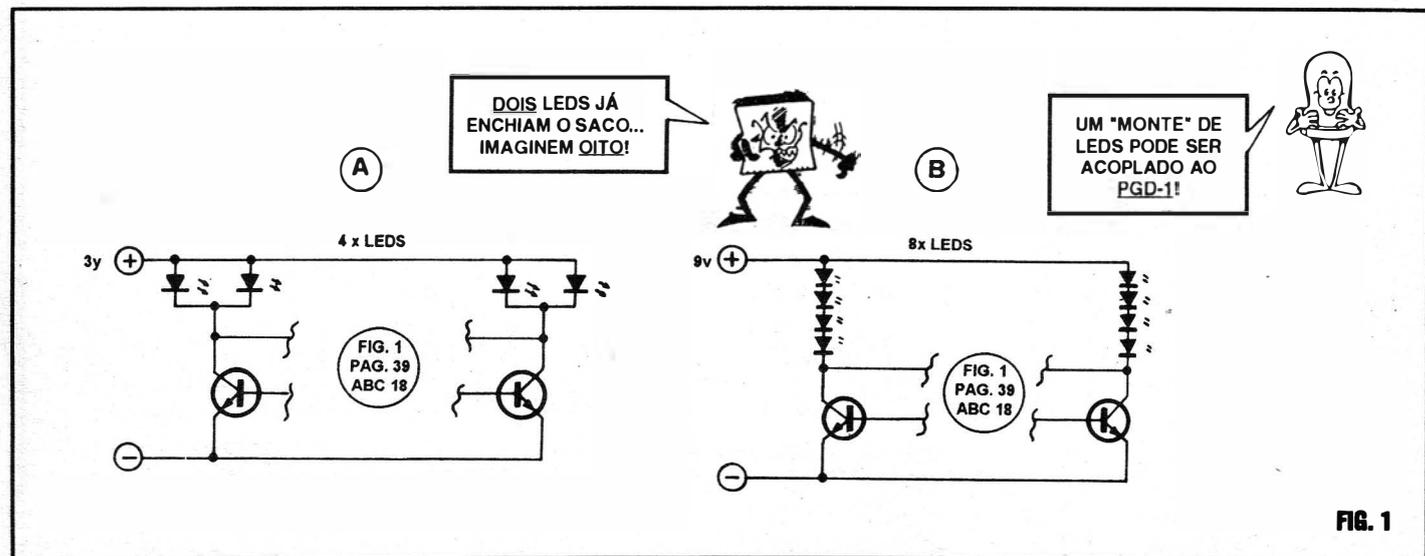

FIG. 1
daí a durabilidade ficará - realmente - muito "curta"...), desde que (conforme já sugerido...) sejam alcalinas... Outra possibilidade de ampliação (ainda sem qualquer modificação na plaquinha básica do PGD-1...), agora para nada menos que 8 LEDs, tem seu diagrama na fig. 1-B... Nessa configuração, os 8 LEDs são distribuídos em dois grupos de 4, ligados em série, "empilhados" junto aos coletores dos dois transístores do flip-flop... Esse arranjo, contudo, exige o aumento da Tensão geral de alimentação para 9V, o que - felizmente - pode ser obtido sem perda da desejada miniaturização, através de uma bateriazinha de 9V (aquela que parece um "tijolinho"...). Note que essa modificação não incrementa, sensivelmente, a Corrente média "puxada" pelo circuito, porém, como as baterias de 9V naturalmente têm menor capacidade de fornecimento de energia do que as pilhas de 1,5V, convém manter a recomendação de usar-se o tipo alcalina, que garantirá boa durabilidade... Desejamos a Você, Gerry (e ao seu "sócio"...), sucesso nos negócios, fazendo votos que logo a idéia "cresça e apareça"! Ficaremos felizes por Vocês, de verdade!
- FIG. 1 - REAFIRMANDO AS CONVENÇÕES EM ELETRÔNICA DIGITAL - Não esqueçam (isso vale permanentemente, tanto aqui nas nossas "Au-